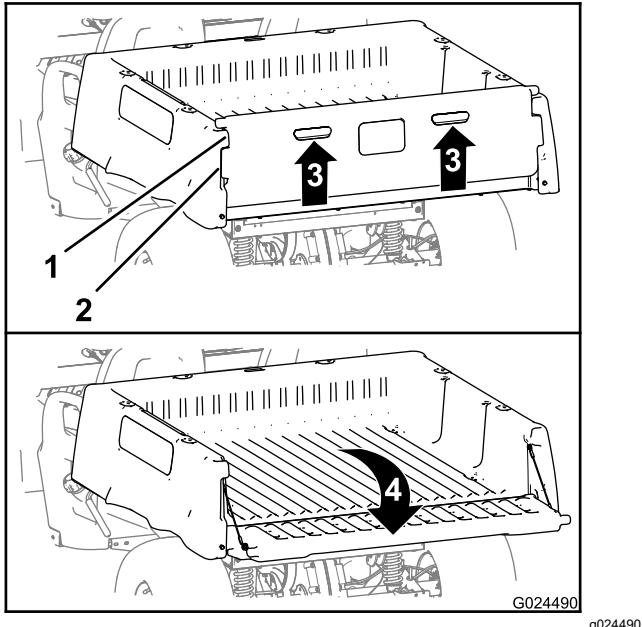

Bild 16
2. Heben Sie die Fingerzüge an der Rückplatte der Heckklappe an (Bild 16).
3. Fluchten Sie die Riegelflansche an der Heckklappe mit den Öffnungen zwischen den Heckklappenflanschen an der Ladepritsche aus (Bild 16).
4. Drehen Sie die Heckklappe nach hinten und unten (Bild 16).
6. Drehen Sie die Heckklappe nach oben und vorne, bis die Riegelflansche an der Heckklappe mit den Heckklappenaußensparungen an der Ladepritsche bündig sind (Bild 16).
7. Senken Sie die Heckklappe ab, bis sie im Heck der Ladepritsche sitzt (Bild 16).